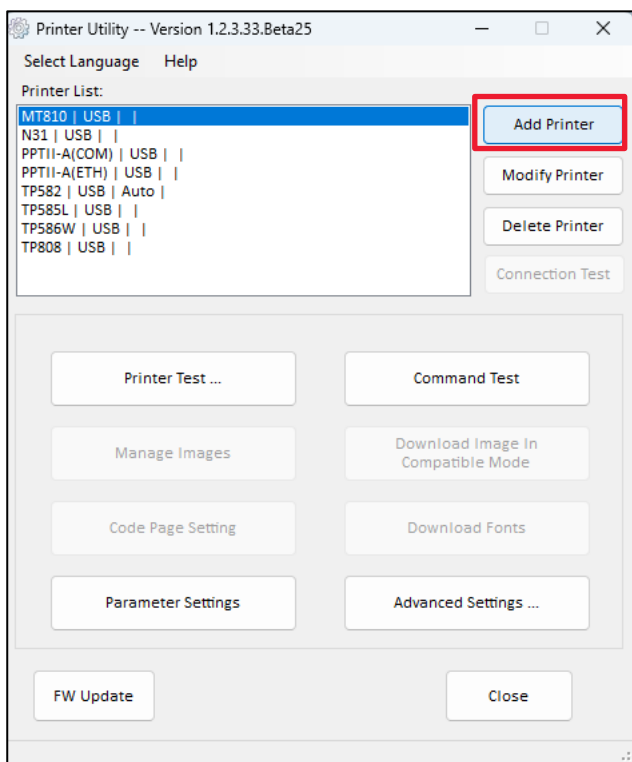

Рисунок 3. Окно утилиты прошивки
- Нажать кнопку **Add Printer** (рисунок 3).